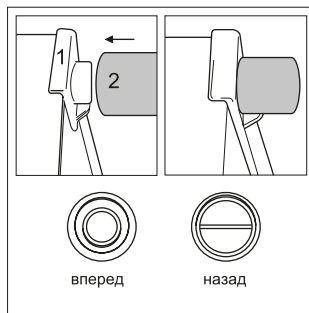

Рис. 1. Установка ограничительных упоров
- Установите ограничительные упоры в верхние углы задней стенки холодильника, как показано на рис. 1. Упоры поставляются, в дверной корзине внутри холодильного отделения.